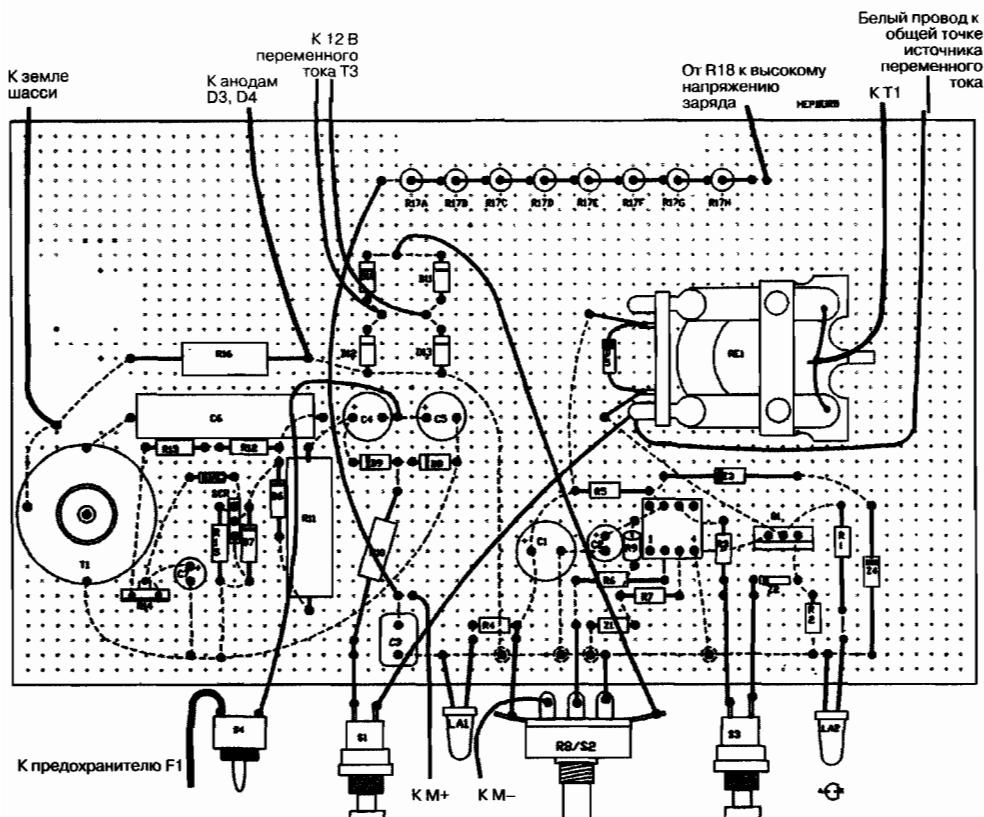
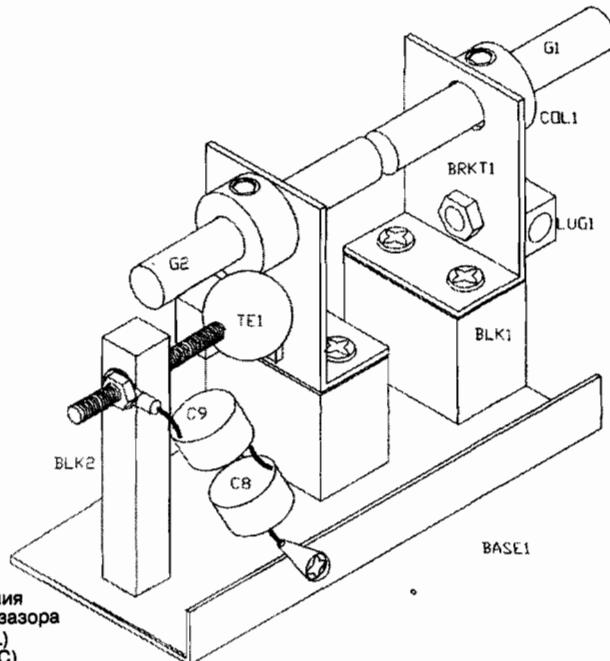

Рис. 3.3. Монтажная плата импульсного генератора
Рис. 3.4. Искровой разрядник и устройство зажигания
3. Вставьте элементы, как показано на рис. 3.3, и припаяйте их к выводам элементов, к тем контактным площадкам, где это необходимо, по мере движения от левого нижнего края вправо. Пунктирная линия показывает соединения проводов на тыльной стороне платы в соответствии с принципиальной схемой. Избегайте проволочных мостов, потенциальных замыканий и холодной пайки, поскольку это неизбежно вызовет проблемы. Паяные соединения должны быть блестящими и гладкими, но не шарообразными.
4. Соедините монтажную плату проводами со следующими точками (см. рис. 3.3):
- с T3 (2) 12 В постоянного тока проводом в виниловой изоляции #22 длиной 20 см;
- с вольтметром M1 (2) проводом в виниловой изоляции #22 длиной 20 см.Проверьте все соединения, компоненты, расположение всех диодов, полупроводниковых элементов, электролитических конденсаторов C1, C2, C4, C5, C7. Проверьте качество паяк, потенциальные короткие замыкания, наличие мест холодной пайки. Паяные соединения должны быть гладкими и блестящими, но не шарообразными. Тщательно проверьте это, прежде чем включать устройство.
5. Сборка искрового разрядника осуществляется следующим образом (рис. 3.4):